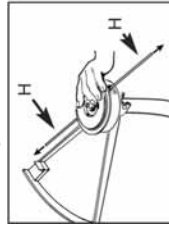

Fig. 9F
9. Quando la bobina è sistemata nella custodia, spingete la forte nella custodia in modo che la molla sia tesa. Tirate forte entrambe le finali del filo (H) per non lasciarlo strinto tra la bobina e la custodia (fig. 9F).